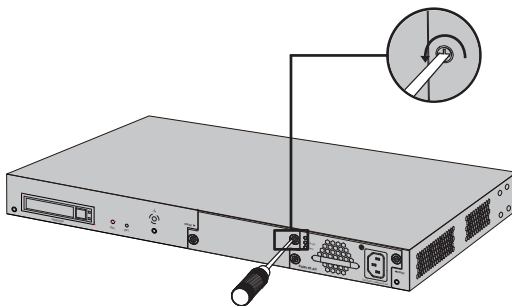

图3-6 移除保护面板示意图
- 使用TL-RPS150中配送的交流电源线连接TL-RPS150的交流输入接口与电源插座，如图3-6所示。